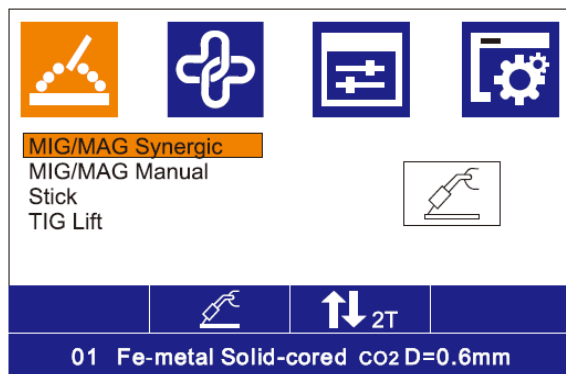

Fig. 1
- 2) Nella schermata di selezione delle funzioni, ruotare la manopola sinistra per selezionare la saldatura MIG/MAG manuale e premerla per conferma come mostrato in Fig. 1;